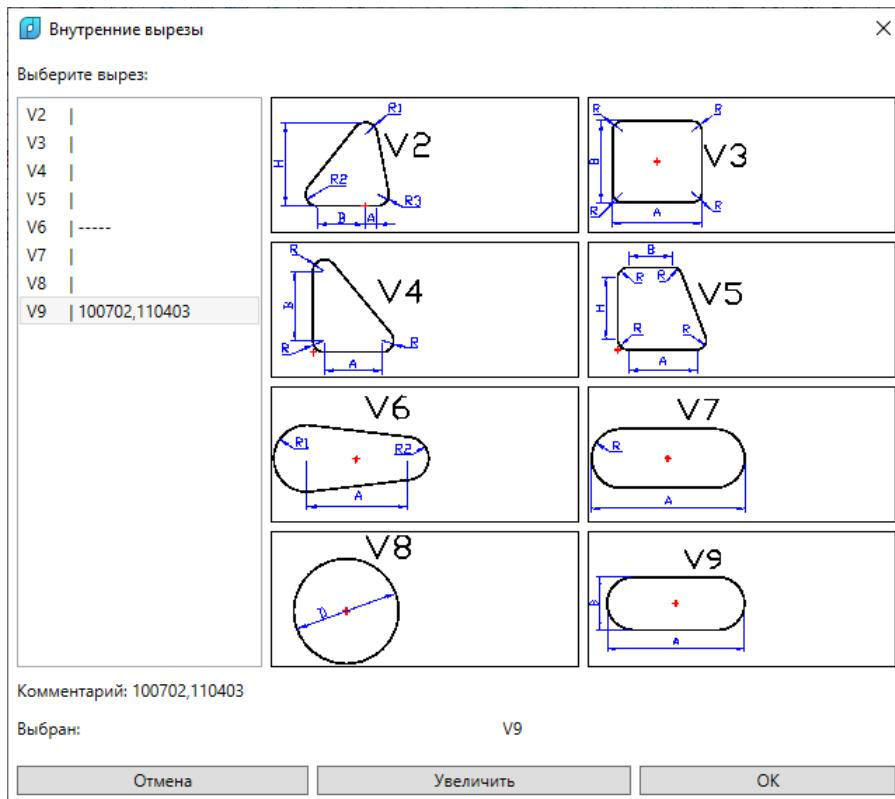
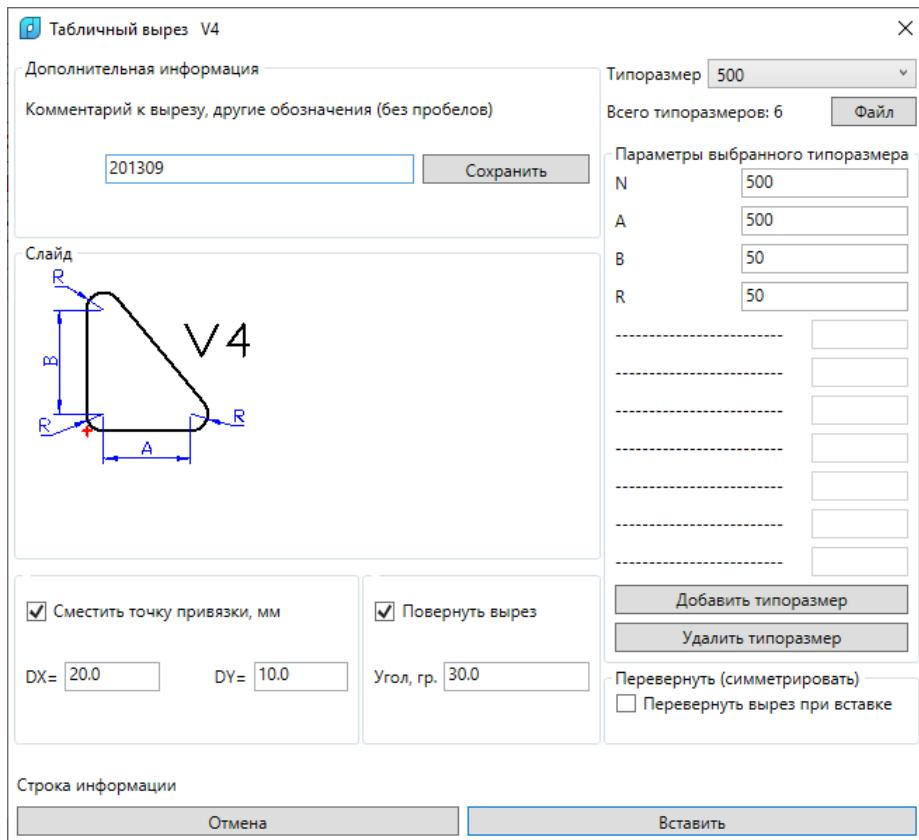
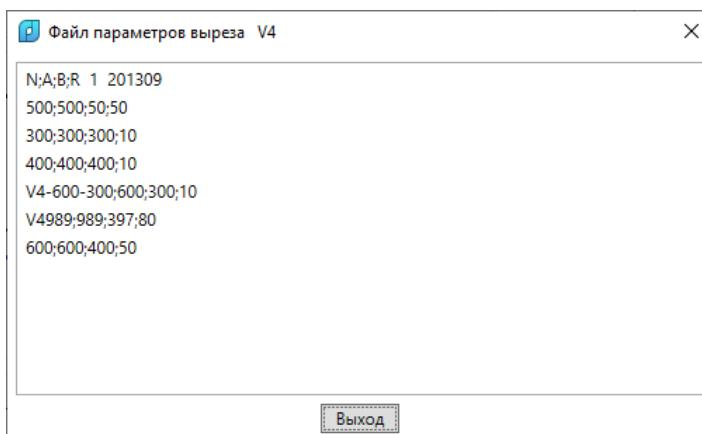

Рис. 49. Окно выбора типа выреза
Рис. 51. Окно выбора типоразмера выреза
Рис. 55. Пример окна типоразмеров выреза V4
По команде **ВЫРЕЗ > Внутренний > Табличный** на экран вызывается диалоговое окно типов табличных вырезов (рис. 49).
Кнопка **Отмена** предназначена для выхода без выбора выреза. Кнопка **OK** предназначена для выхода из окна выбора типа и перехода в окно, показанное на рис. 51, для выбор или задания параметров выреза.
Значения параметров для того типоразмера выреза, который выбран в раскрывающемся списке **Типоразмер**, отображаются в области **Параметры выбранного типоразмера**. На рис. 51 у выреза V4 таких параметров четыре: наименование типоразмера N, линейные параметры A,B и радиус R.
Процесс непосредственной вставки выреза запускается после нажатия кнопки **Вставить** в окне, приведенном на рис. 51. Окно закрывается и в командную строку выводится текст (на примере выреза V4):
Просмотр файла осуществляется нажатием кнопки **Файл** в окне выбора типоразмера выреза (см. рис. 51). Вызывается окно просмотра этого файла. На рис. 55 показан пример содержимого такого файла для выреза V4.
- **N;A;B;R** – перечисление имен параметров (они отображаются в окне на рис. 51, пробелы не допускаются);
- **201309** - содержимое комментария, который отображается в области **Дополнительная информация** на рис. 51 и в поле **Комментарий** на рис. 49 (пробелы в комментарии не допускаются).
В дистрибутиве системы поставляются файлы-шаблоны для всех табличных внутренних вырезов, показанных на рис. 49 (от V2 до V9). Шаблоны имеют те же имена, что и файлы типоразмеров, но без расширения: *TV2* (вырез *V2*), *TV3* (вырез *V3*) и т.д. В первом расчете содержимое файла-шаблона копируется в одноименный файл, но с расширением завода (например, *TV2.BST*). В дальнейшем работа ведется только в файле с этим расширением, которое совпадает с кодом документации завода.